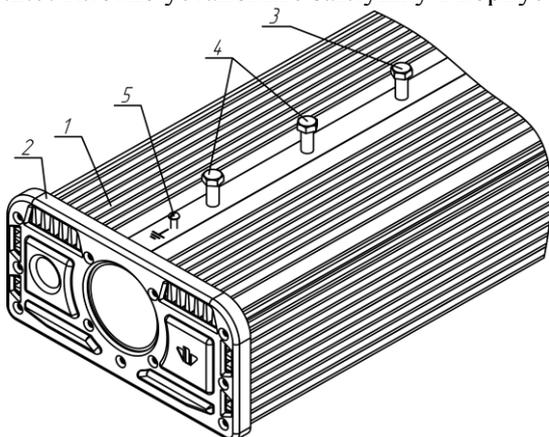

Рисунок 2 Установка светильника
- 2.2.1. Затяните упорный болт (рисунок 2 поз.3).
- 2.2.4. Установите светильник на консоль до упора в болт (рисунок 2 поз.3).
- 2.2.5. Затяните два болта фиксирующие светильник (рисунок 2 поз.4).
2.2.8. Подключите провод внешнего заземления к винту (рисунок 2 поз.5) расположенному на корпусе светильника имеющему маркировку «».